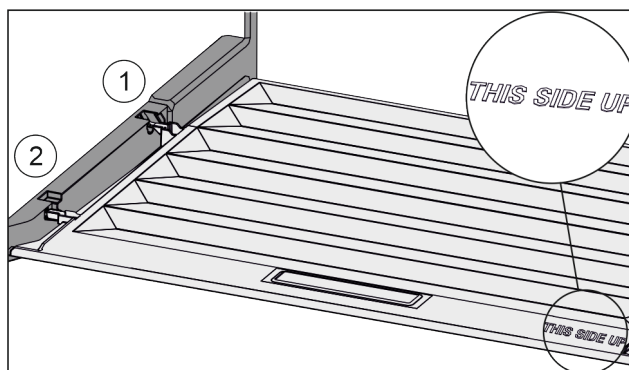

Fig. 91
- ▶ Výstupky víka zavedte do zadních držáků Fig. 91 (1) a vpředu zaklesněte do držáku Fig. 91 (2).